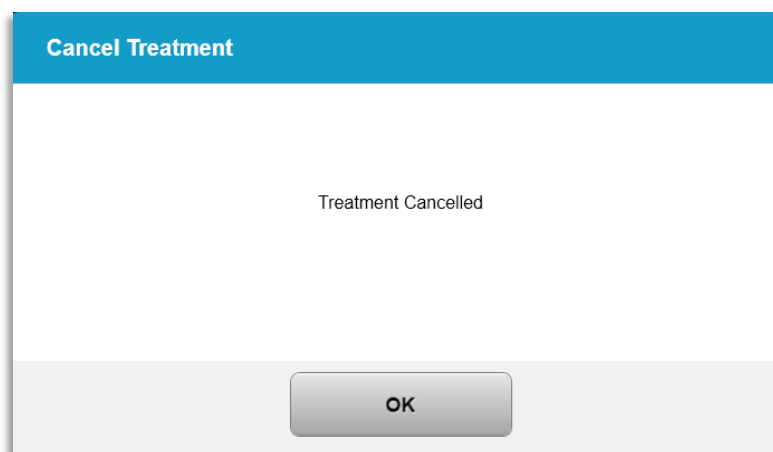

Figura 3-29. Conferma dell'annullamento del trattamento
- Se l'annullamento del trattamento è stato confermato, lo schermo visualizza il messaggio "Treatment Cancelled" (Trattamento annullato), come mostrato nella Figura 3-29.